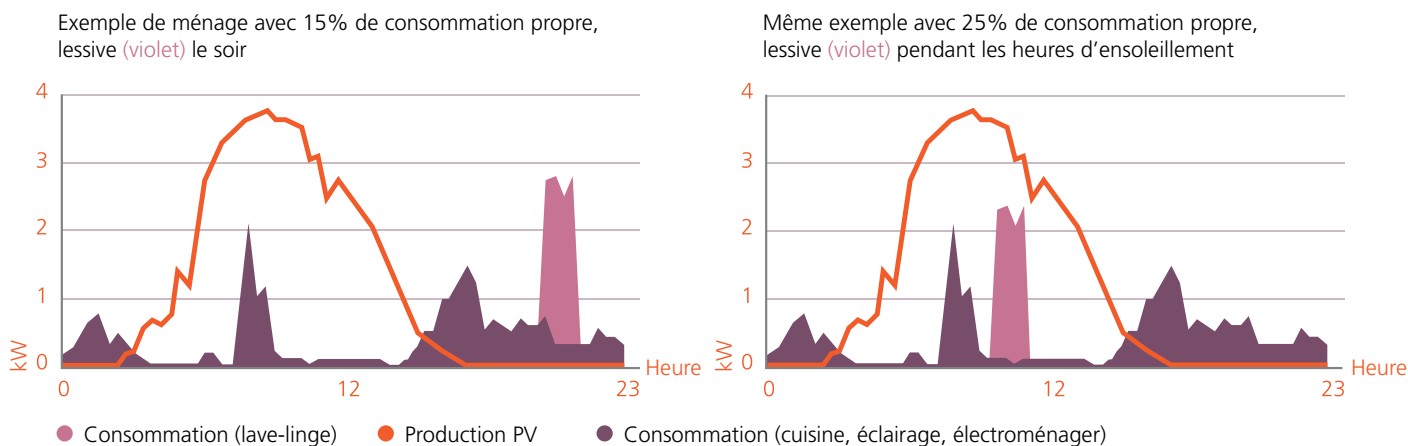

Figure 4: Augmentation de la consommation propre en faisant les lessives pendant la période de forte production solaire (source: VESE).
- **automatiquement:** Un système de commande décale l'enclenchement des appareils aux heures où la production solaire est la plus importante. Le lave-linge sera par exemple programmé pour être enclenché automatiquement quand l'ensoleillement est suffisant. Si cette procédure est appliquée de manière systématique, la part de consommation propre augmente généralement d'environ 10%. Le chapitre 3 décrit le déroulement précis de ce processus. La figure 4 montre comment la consommation propre peut être augmentée en décalant les lessives du soir vers la période de production solaire.